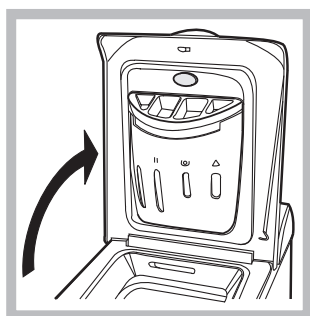

Fig. 1
**A) OTWIERANIE. (Rys.1).** Podnieść zewnętrzną pokrywę i całkowicie ją otworzyć.